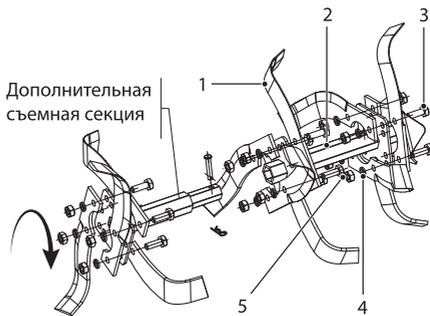
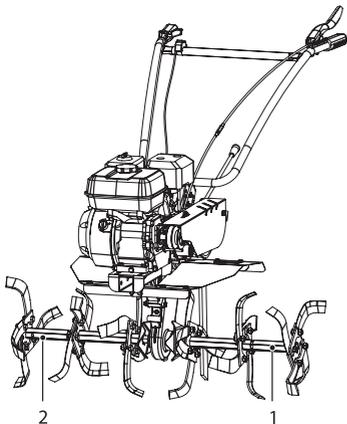

Рис. 7
Рис. 8
Для работы мотоблока с фрезами их необходимо самостоятельно собрать из прилагаемого комплекта. Схема сборки правой фрезы показана на рис. 7. Фреза разборная, состоит из двух секций: одноручьевая и двухручевая. Левая собирается зеркально.
Последовательно установите ножи 1 на фланцы 2 оси фрезы (рис. 7) (устанавливайте ножи таким образом, чтобы заточенные поверхности ножей при работе вращались вперед) и надежно закрепите их с помощью болтов 3, шайб 4 и гаек 5. Фрезы необходимо собирать правильно, т.е. каждый последующий набор ножей (ручей) должен идти со смещением на 30°, образуя пространственную спираль. Данная схема позволяет равномерно распределять нагрузку на двигатель при вращении вала. Левая (1) и правая (2) фреза собирается симметрично относительно друг друга (рис. 8).